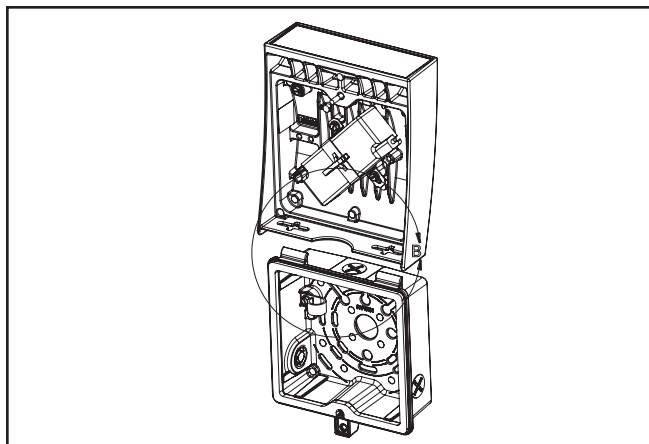
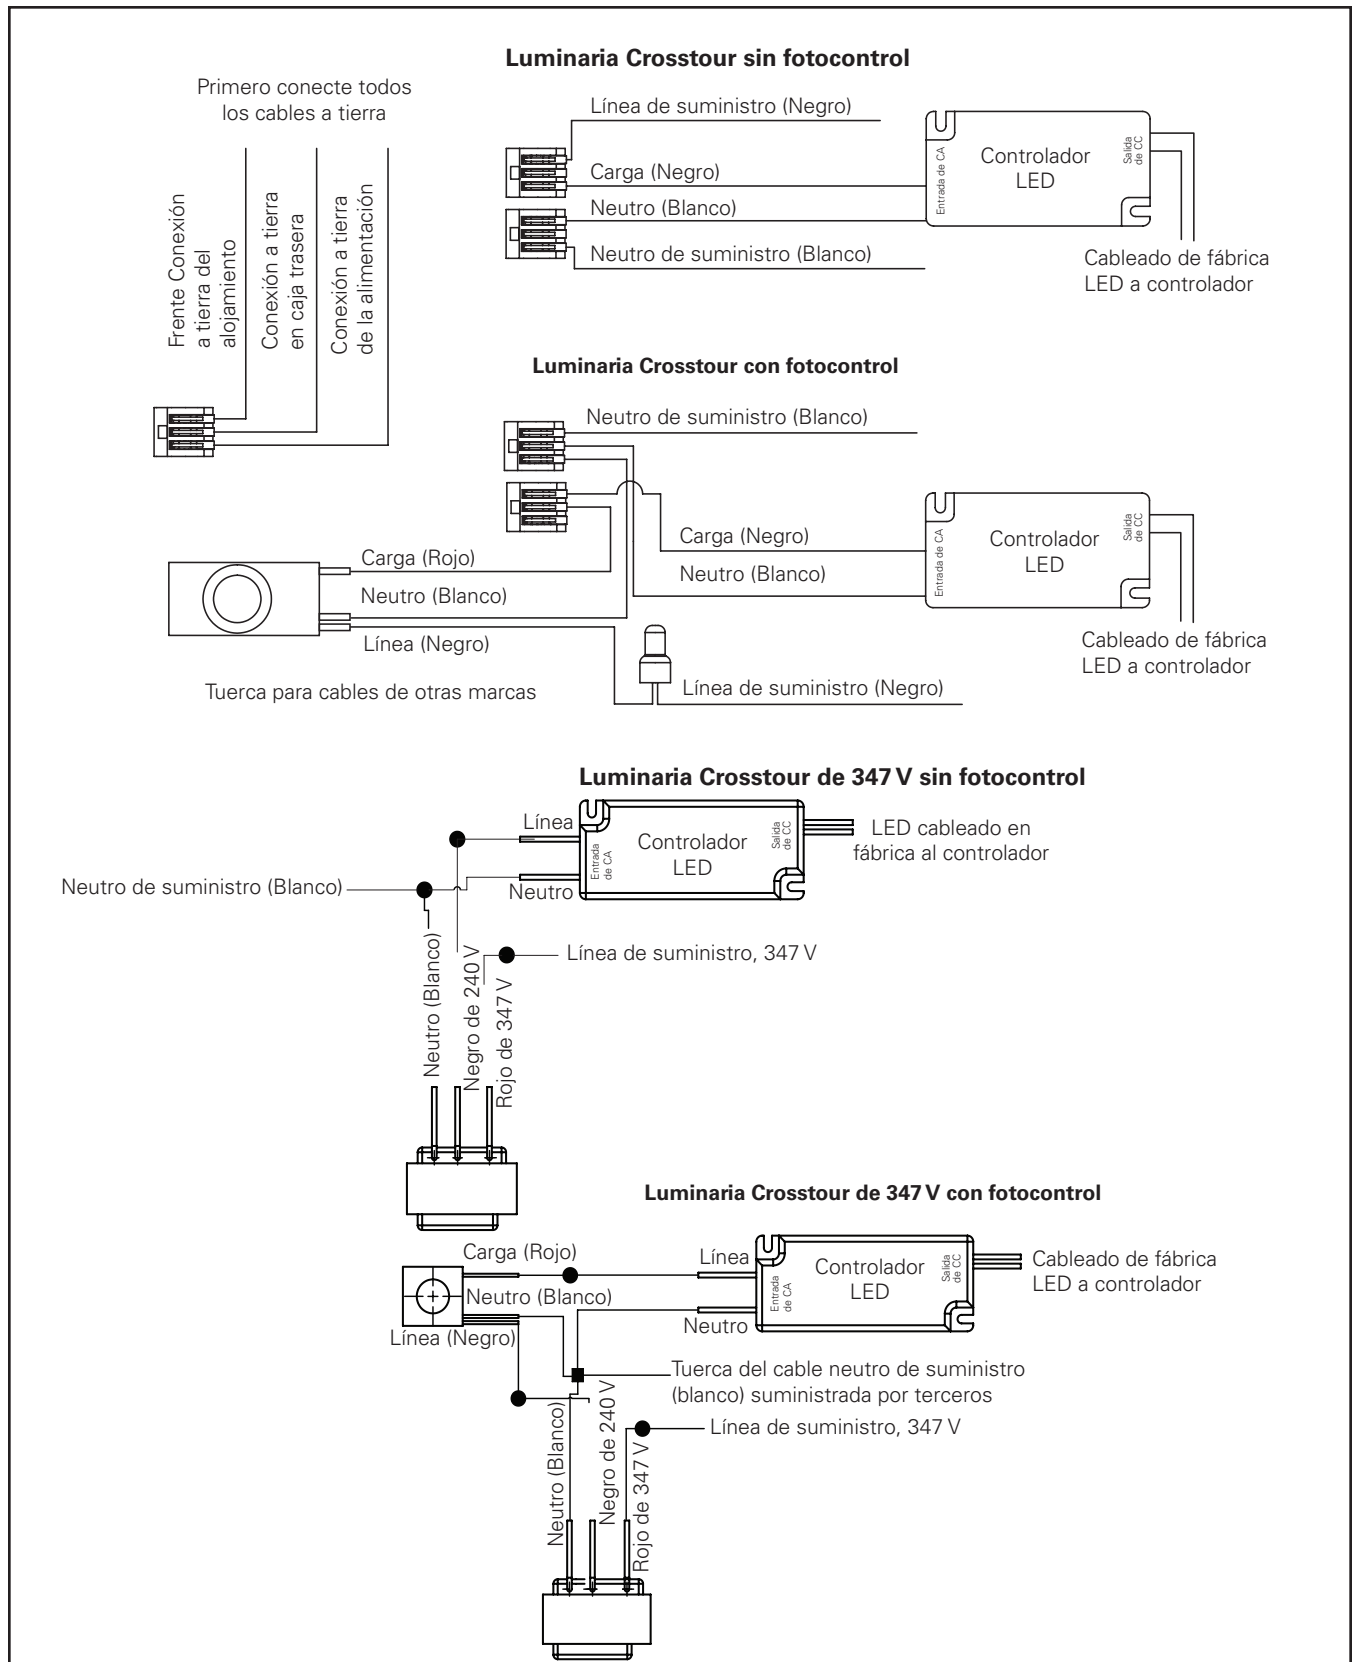
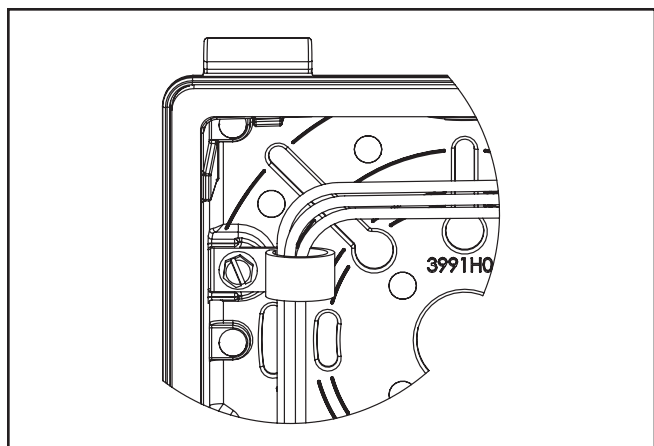

Figura 2.
Figura 3.
Figura 4.
2. Asegure la puerta en las bisagras de sujeción ubicadas en la parte superior de la caja trasera (para iluminación focal descendente) (Figura 2). Utilice los conectores de bloqueo de palanca para realizar conexiones eléctricas (Figura 3). Todas las conexiones eléctricas deben permanecer dentro de la caja trasera. Asegure cualquier cable suelto al arnés (Figura 4) antes de cerrar y asegurar la caja. Ajuste el tornillo de la puerta para sellar la luminaria (10-15 pulg.-lb.).
Nota: Para las aplicaciones de conducto, retire solamente los tapones de conducto NPT de 1/2" necesarios para instalar la caja trasera en la superficie. Aplique compuesto sellador o cinta de teflón para sellar y evitar el ingreso de agua a los accesorios de conducto (de otras marcas) que ingresan a la caja trasera para crear un sello hermético. Realice las conexiones eléctricas (Figura 3 y Figura 4).